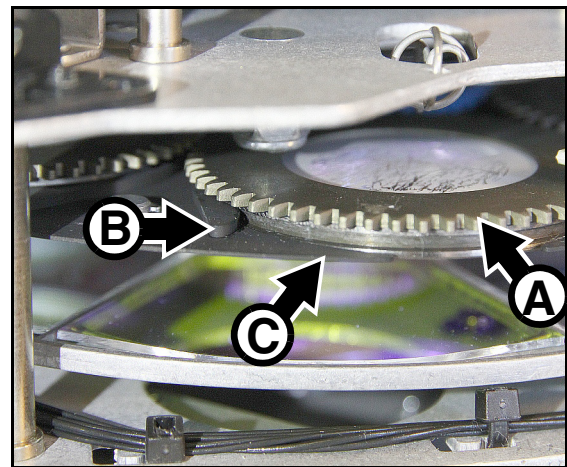

Figure 16: Démontage d'un gobo
6. Voir Figure 16. Attrapez le porte gobo **A** par son bord et tirez-le hors de son clip **B** pour le dégager de la roue en vous assurant de libérer suffisamment l'épaulement **C** lorsque vous soulevez le gobo.